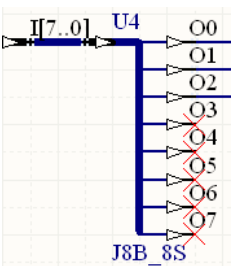

図8 ERC マーカのない 終端の仕上げ
6. デザインをすっきりとさせ、コンパイル時の警告を最小限にとどめるには、No ERC マーカをそれぞれ、未使用のバス用コンポーネント (U4) の出力に配置しておくとも良いでしょう。**Wiring** ツールバーで、 ボタンをクリックし、No ERC マーカの配置モードに入ります。未使用のピン O3 から O7 までのそれぞれに、マーカの位置を決め、配置します(図8)。